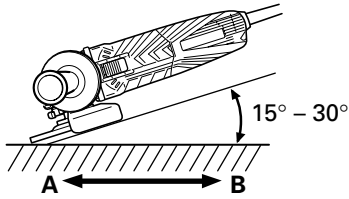

Fig. 5
10. Compruebe el botón pulsador. Cerciórese de que el botón pulsador esté desenganchado presionándolo dos o tres veces antes de conectar la alimentación de la amoladora. (Fig. 5)
Realice la operación de amoladura con el borde de la rueda levantando la amoladora de 15° a 30°, como se muestra en la Fig. 5.
Cuando utilice una rueda de disco abombado nueva en el sentido A (Fig. 5), el borde de la rueda puede cortar la pieza de trabajo. En este caso, realice la operación de amoladura en el sentido B (Fig. 5).